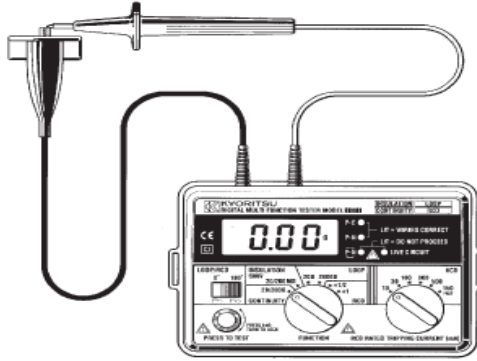

Fig 2
2. 将使用的测试导线终端连接在一起（参见图 2）并操作测试键。